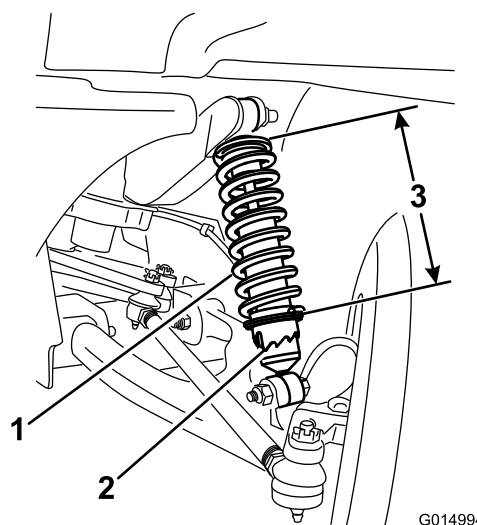

Figura 33
3. Usando la herramienta TORO6010, gire el collarín del amortiguador para variar la longitud del muelle (Figura 33).